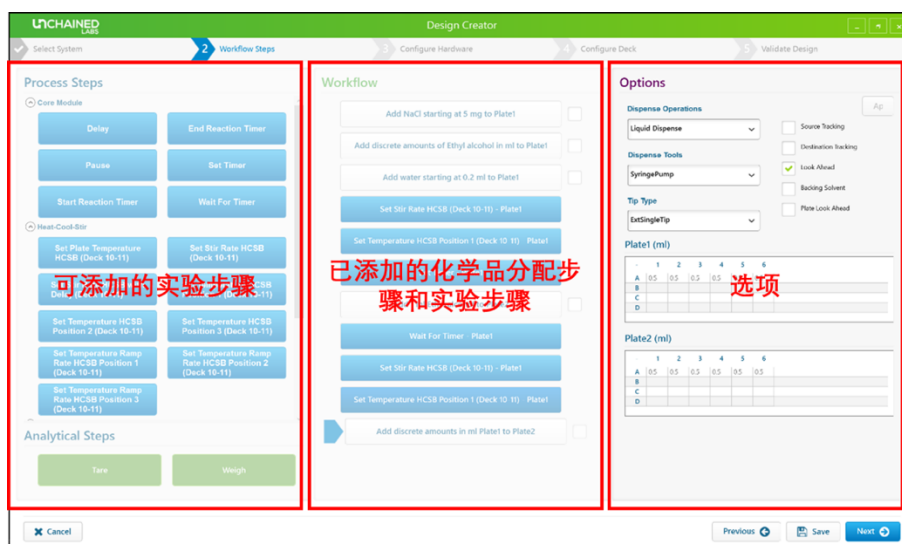

图 6-2-12
b) **实验步骤设置(Workflows Steps):** 进入 Workflow Steps 之后, 中间 Workflow 会根据之前实验板位中设定的化合物添加, 按照顺序自动生成相关添加固体和液体的步骤 (注意: 固液分配顺序在此无法调整)。同时, 页面左侧为可添加的实验步骤“Process Steps”, 右侧为“Workflow”中选中步骤的设置选项“Options” (图 6-2-12)。